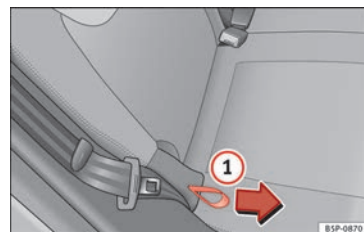

Fig. 80 Ajuste da inclinação do encosto, banco traseiro.
- Segurar o encosto do banco, em cima. Puxar a pega lateral do banco » **Fig. 80 ①** no sentido da seta e mantê-la nessa posição. Empurrar ao mesmo tempo o encosto para trás, para a posição pretendida e soltar a pega.